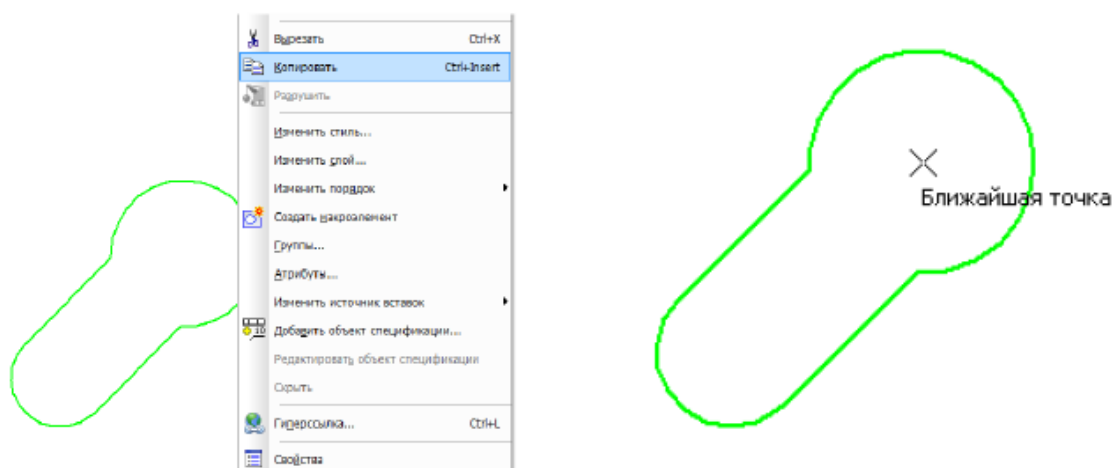

Рисунок 114 – Построение элемента сложного отверстия
7.6 После операции поворот, изображение сложного отверстия должно оставаться выделенным (зеленого цвета), если нет, тогда выделите "повернутое" изображение рамкой. Наведите курсор на "зеленое", щелкните правой кнопкой, в контекстном меню выберите копировать, рис. 114, а. Наведите курсор на центр большей окружности  $\varnothing 15$ , рис. 114, б, щелкните на привязку ближайшая точка один раз. После этого выделенное изображение скопируется в буфер обмена информации.